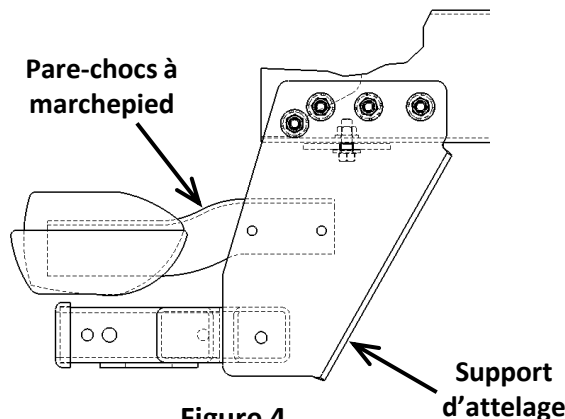

Figure 4
5. Réinstaller le pare-chocs à marchepied en fixant le pare-chocs à l'attelage à l'aide de la visserie d'usine existante. Voir la Figure 4.